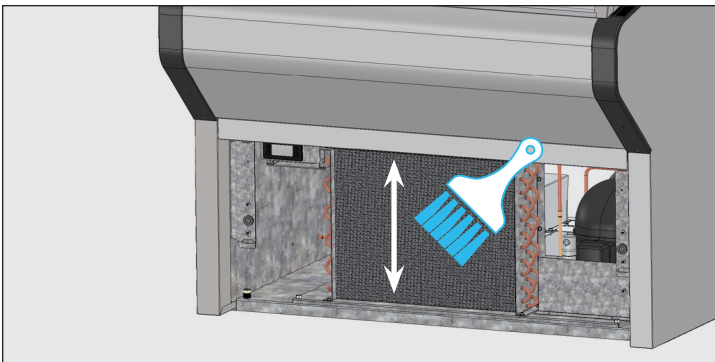

Abb. 3. Niemals über die Lamellen des Registers bürsten.
4. Angesammelten Schmutz vorsichtig mit einer festen Bürste von den vorderen Lamellen des Verflüssigers entfernen. Siehe Abb. 3.